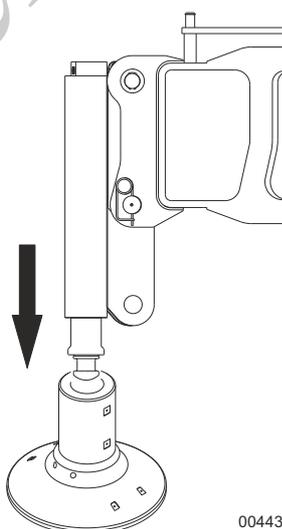

Fig. 145 Bajada del cilindro de estabilizador
- 7 Baje el cilindro de estabilizador al adaptador utilizando el control remoto por radio (Fig. 145).